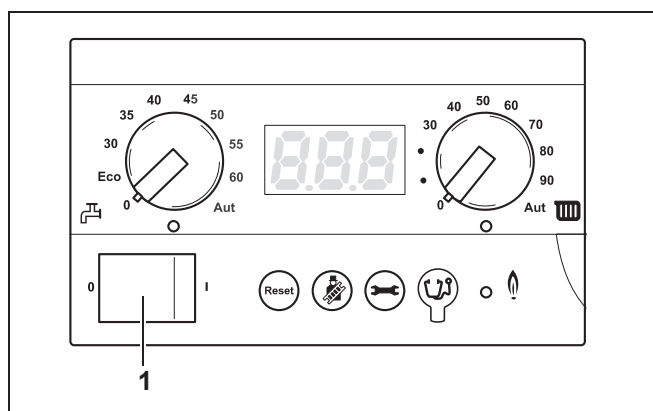

Рис. 22 Главный регулятор BC10
- Выключить отопительную установку пусковым выключателем на BC10 (рис. 22, поз. 1).
- Выключить отопительную установку пусковым выключателем на ВС10 (рис. 22).
- Оставить пусковой выключатель на ВС10 (рис. 22) в положении "1".